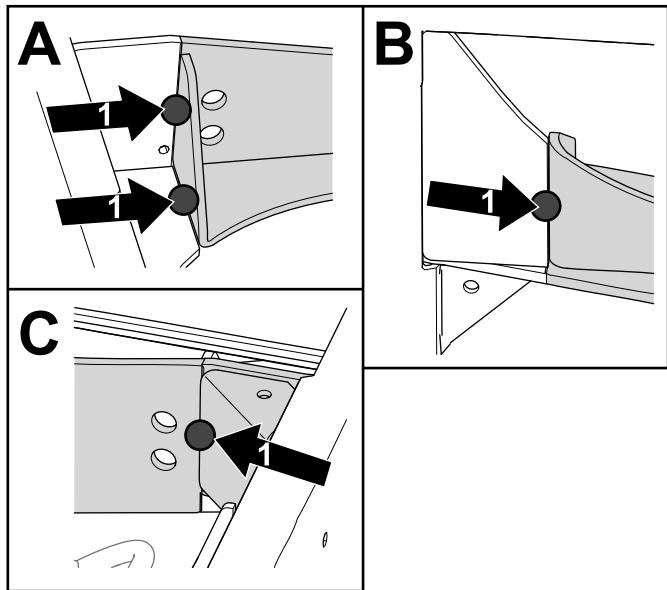

Figura 14
- Applicate punti di saldatura alla parte esterna, inferiore e laddove il supporto angolare entra in contatto con il supporto dell'assale in modo da mantenerlo in posizione (Figura 14). Ripetete l'operazione sull'altro lato.